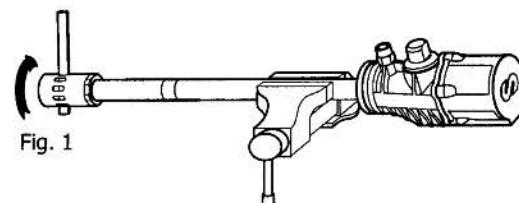

Fig. 1
2. Unscrew the intake filter tube (42) from the intake filter head (39) (fig. 1).
2. Desenroscar la jaula de aspiración (42) del conjunto filtro de aspiración (39) (fig. 1).
2. Séparer la crêpine (42) de l'ensemble du filtre d'aspiration (39) (voir fig. 1).